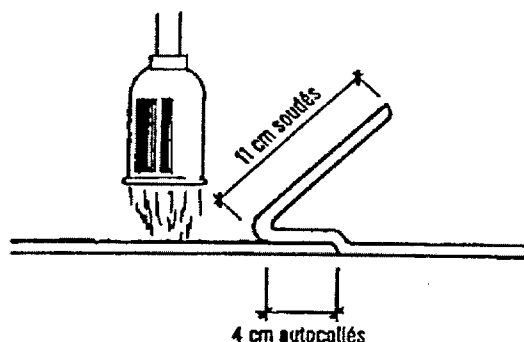

Figure 2c - Recouvrement transversal : soudage
- ♦ 0,11 m sont soudés (figure 2c) pour assurer la mise hors d'eau.